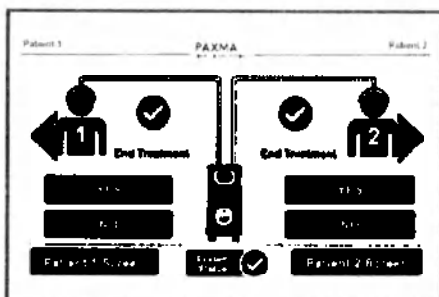

Рис. 39.
- После истечения времени таймера появится экран с подтверждением окончания лечения. Рис. 39. Нажмите Yes (Да).